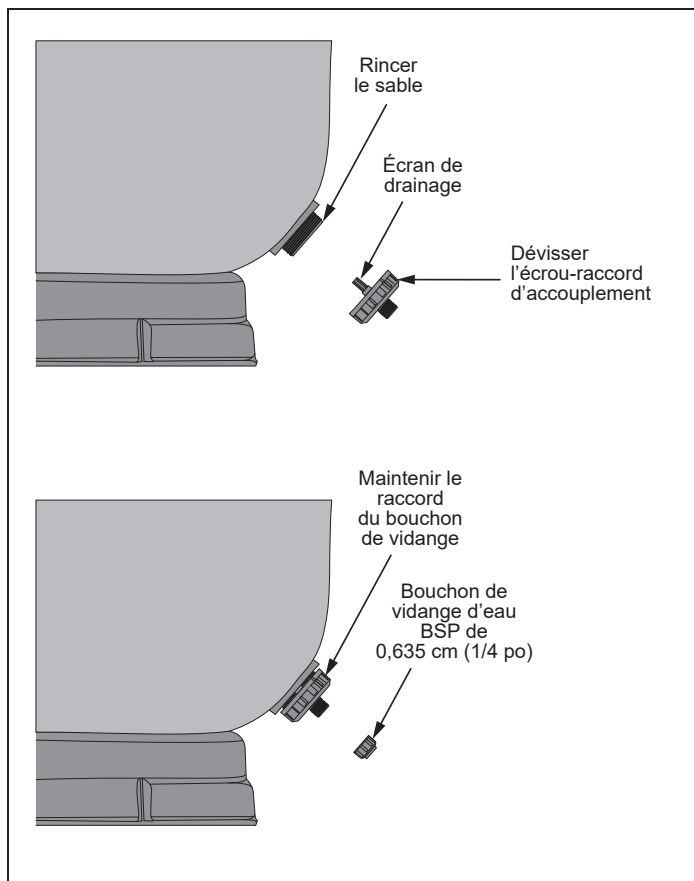

Figure 11. Robinet de vidange
Tout tuyau supplémentaire installé sur le conduit de vidange doit être amovible afin de faciliter le retrait des éléments de drainage. Laisser suffisamment d'espace pour rincer le sable du filtre. Voir la figure 11.
- Le plus grand drain de réservoir est un raccord universel. Il est plus facile de retirer le sable sans ce raccord. Cependant, si un morceau de tuyau court est utilisé pour éloigner le sable de la base du filtre, un raccord droit de vidange universel et un écrou-raccord peuvent être utilisés. Voir la figure 11.